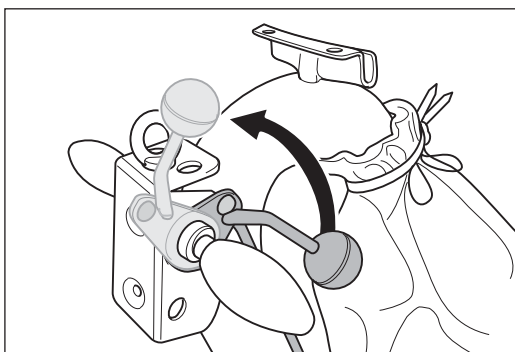

Abb. 34 Den Ablasshebel am Handgriff bis zum Anschlag nach oben ziehen. Dadurch wird die Schleifwalze vom Boden abgehoben.
- 1 Ziehen Sie den Ablasshebel am Handgriff bis zum Anschlag nach oben (Abb. 34). Dadurch wird die Schleifwalze vom Boden abgehoben.
- Vor dem Einschalten der Maschine immer die Schleifwalze vom Boden abheben (Abb. 34)!
Nachdem die oben genannten Bedingungen erfüllt sind und die Schleifwalze vom Boden abgehoben ist (Abb. 34), können Sie mit dem Schleifen beginnen: